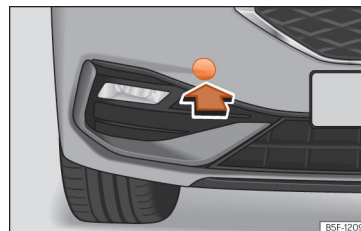

Abb. 212 Auf der rechten Seite des vorderen Stoßfängers: Abdeckung entfernen.
Die Aufnahmen für die einschraubbare Abschleppöse befindet sich im Stoßfänger vorn rechts hinter einer Abdeckung » » (Abb. 212).
- Drücken Sie die Abdeckung im unteren Bereich heraus und lassen Sie sie am Fahrzeug hängen » (Abb. 212).